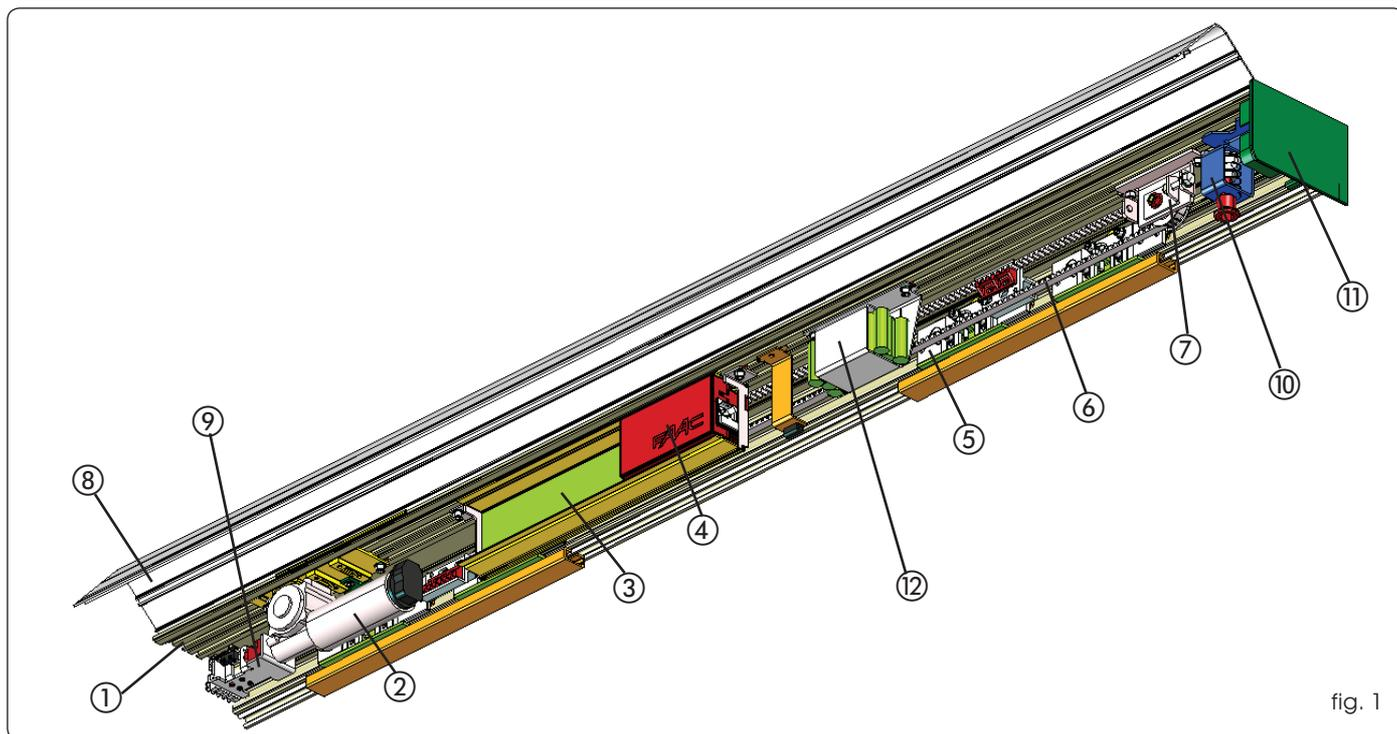

fig. 1
Un travesaño del automatismo (fig.1) está formado por los siguientes elementos:
#### Perfil de soporte (fig. 1 ref. ①)
#### Grupo motor (fig. 1 ref. ②)
#### Unidad de control (fig. 1 ref. ③)
#### Grupo de alimentación (fig. 1 ref. ④)
#### Carros de soporte de la hoja (fig. 1 ref. ⑤)
#### Correa de arrastre (fig. 1 ref. ⑥)
#### Grupo polea de reenvío (fig. 1 ref. ⑦)
#### Cárter de cierre (fig. 1 ref. ⑧)
Es el perfil de aluminio que permite el cierre del automatismo. Los bordes laterales (fig. 1 ref. ⑪) cierran completamente el sistema.
#### Grupo bloqueo motor (fig. 1 ref. ⑨)
El bloqueo motor se entrega con el dispositivo de desbloqueo interno (fig. 1 ref. ⑩) que permite, si fuera necesario, realizar una apertura de emergencia; asimismo está preparado para la instalación del desbloqueo externo (opcional). El grupo bloqueo motor actúa directamente en el motor y lo bloquea mecánicamente.
#### Baterías de emergencia (fig. 1 ref. ⑫)